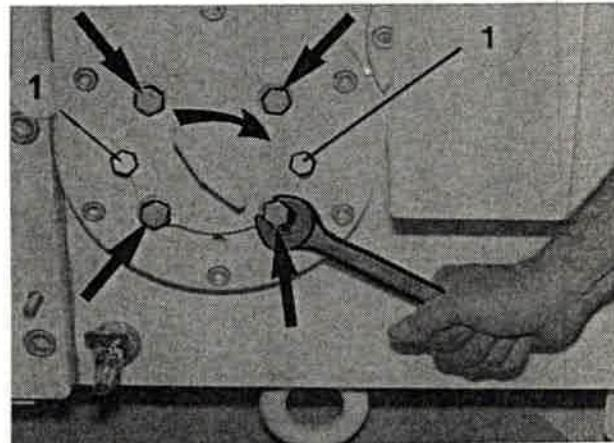

Bild 105
3. Befestigungsschrauben (Bild 105/Pfeile) des Filtereinsatzes herausschrauben und Filtereinsatz durch Hineindrehen der Schrauben (Bild 105/1) aus dem Gehäuse herausdrücken.